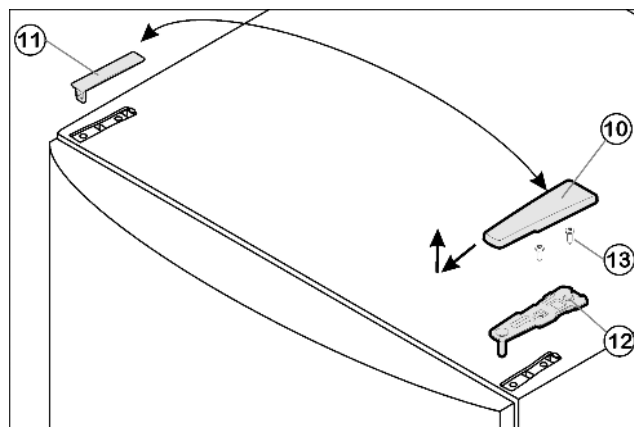

Fig. 4
- Pokrov Fig. 4 (10) snemite s potegom naprej in navzgor.
- Dvignite pokrov Fig. 4 (11).
- Odvijte zgornji ležajni podstavek Fig. 4 (12) (2 krat Torx® 25) Fig. 4 (13) in ga s potegom navzgor snemite.
- ▶ Zgornji ležajni podstavek Fig. 4 (12) vstavite na vrata na novi strani s tečajji.
- ▶ Zgornji ležajni podstavek Fig. 4 (12) **trdno privijte (s 4 Nm)** (2 krat Torx 25) Fig. 4 (13). Z iglo pripravite izvrtine za vijake ali uporabite akumulatorski izvijač.
- ▶ Pokrov Fig. 4 (10) in pokrov Fig. 4 (11) pripnite na drugo stran.